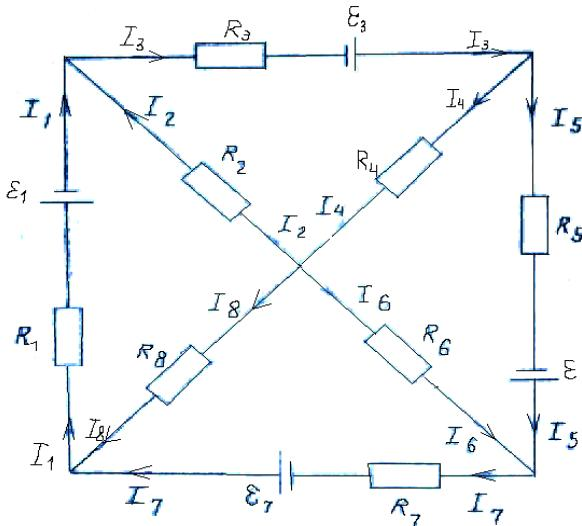

Рис. 1.
На схеме рассчитываемой цепи (рис. 1) направление сил токов задают произвольно. После чего силы токов, притекающих к данному узлу берут со знаком плюс, а силы токов, вытекающих из узла - со знаком минус. Если по завершении расчетов некоторые силы токов оказываются отрицательными величинами, это означает, что их направления были выбраны неправильно, и на схеме их следует заменить на токи, направленные противоположно. Чтобы получить вторую группу уравнений, воспользуемся выражением для напряжения на участке цепи, включающем проводник и источник электродвижущей силы. Для произвольно выбранного j -го участка цепи равенство запишется в виде:
Рассмотрим любую замкнутую цепь, входящую в состав сложной электрической цепи (рис. 1). Просуммируем для этой цепи левые и правые части выражения (3). Учитывая, что сумма разностей потенциалов для замкнутой цепи равна нулю, получим:
2. Для l узлов цепи записывается $l-1$ уравнений (1).
3. Составляются уравнения (4) с учетом сформулированного выше правила знаков. Полное число уравнений (1) и (4) для нахождения N сил тока, очевидно не должно превышать N . Если уравнений оказывается больше, следует проверить, не являются ли часть из них следствием других уравнений.
4. Уравнения (1) и (4) решаются совместно.
5. Если при решении системы часть сил токов оказывается отрицательной, это означает, что знаки при них в (1) и (4) а, следовательно, и их направления, были выбраны неправильно. Знаки и направления следует заменить на противоположные.
- Приведем запись уравнений (1) и (4) для электрической цепи, схема которой показана на рис. 1. Для пяти узлов следует записать четыре уравнения (1) в виде: